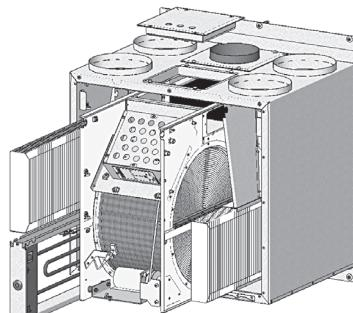

Figure 17
Il est recommandé d'effectuer un contrôle de routine des unités DOMEKT REGO 400VE(W) de façon régulière, 3-4 fois par an en effectuant l'extraction des différents composants internes (figure 17). Les liaisons électriques de la batterie et de l'échangeur doivent être déconnectées.